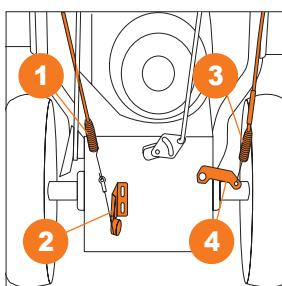

Рис. 4.1
- Зашептите левый трос привода на колеса 1 в специальном кронштейне 2 в нижней части машины (Рис. 4.1).
- Зашептите правый трос привода на щетку 3 в специальном кронштейне 4 в нижней части машины (Рис. 4.1).